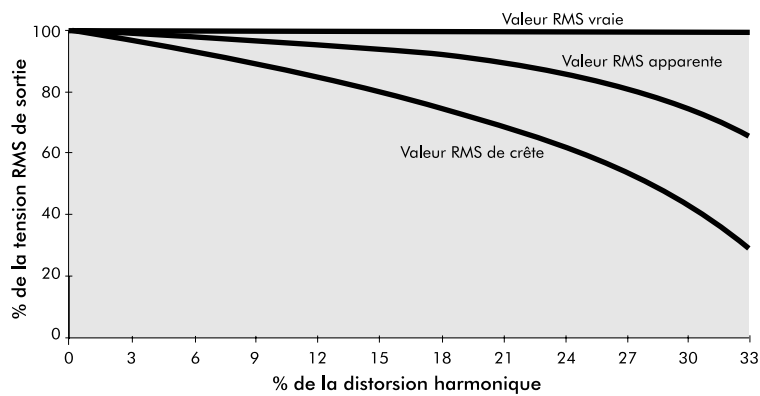

Figure 6 – Tension de sortie RMS vraie en fonction de la distorsion harmonique totale Servomécanisme type 80
- ◆ La sortie n'est pas sensible à la distorsion de l'alimentation (RMS vraie – voir Figure 6)